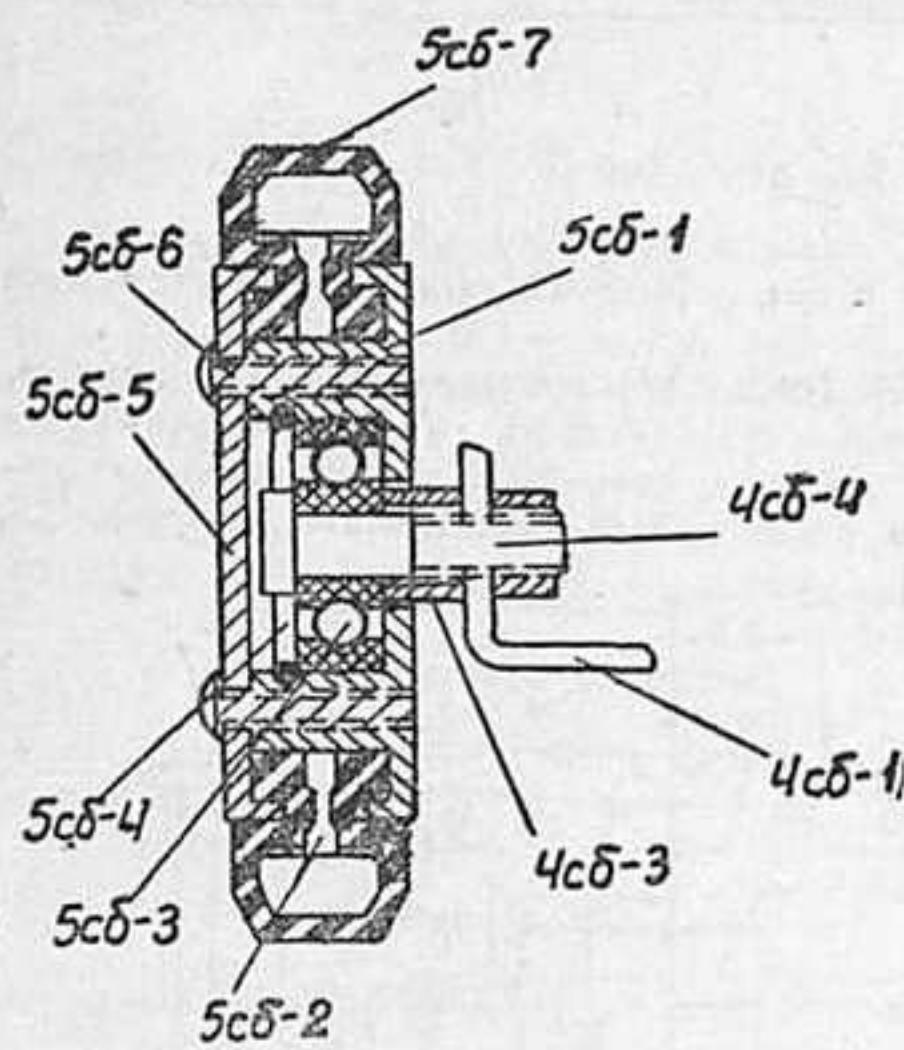

Рис. 37, дет. 5сб
**Переднее колесо (5сб)** показано на рис. 37. Оно состоит из:
**Сборка переднего колеса (5сб)** производится, как показано на рис. 37.